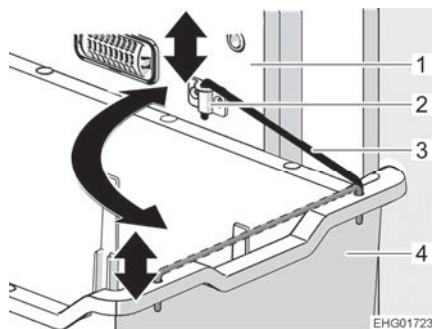

Fig. 135 Posizione di ricircolo d'aria
- Sganciare la staffa (Fig. 135,3) dalla posizione di parcheggio nello scomparto verdura (Fig. 135,4).
- Agganciare la staffa nel supporto (Fig. 135,2) sul pannello laterale del frigorifero (Fig. 135,1).